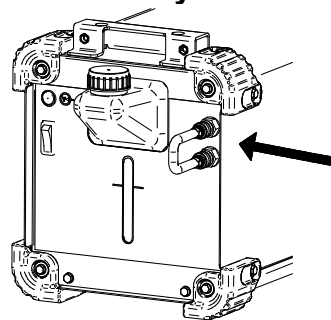

Abb. 6.
- Schließen Sie den Schlauch an den Wasserschnellanschluss (im Lieferumfang enthalten) an Vor- und Rücklauf des Kühlers an (Abb. 6).